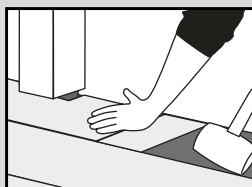

Fig. 7
8. Bajo los marcos de las puertas: Si no puede levantar el tablón/baldosa, utilice un taco protector adaptado (un recorte de material) y la maza para golpear cuidadosamente hasta que encajen los tablonces/baldosas y queden planos en el suelo (fig. 7).